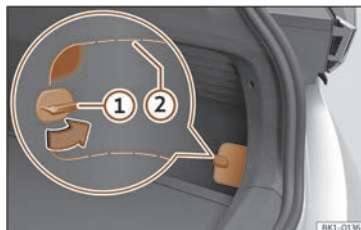

Fig. 72 A la part dreta inferior del revestiment del maleter: coberta amb línies de tall.
- Gireu 90° el tancament de la coberta >>> **fig. 72 ①**.
- Premeu la superfície cap endins per sobre del tancament >>> **fig. 72** (zona remarcada).
- Introduïu la mà per l'obertura i despregueu la coberta estirant-la. Si escau, apliqueu un objecte adequat per les línies de tall >>> **fig. 72 ②**.